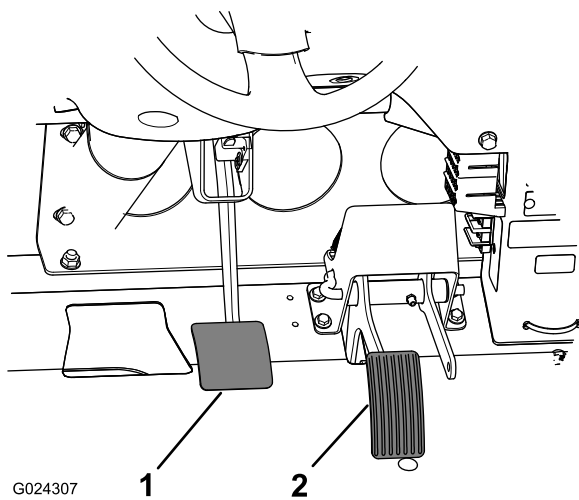

Figure 65
2. Soulevez la pédale de frein (Figure 65) jusqu'à ce qu'elle touche le cadre.
3. Desserrez les écrous de blocage qui fixent la chape à l'arbre du maître-cylindre (Figure 65).